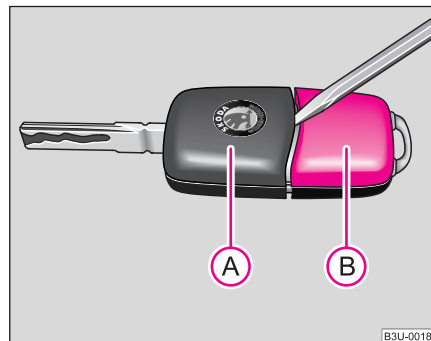

Abb. 19 Schlüssel mit Funk-Fernbedienung trennen
Jeder Funk-Schlüssel enthält eine Batterie, die im Deckel (B) des Sendergehäuses untergebracht ist ⇒ Abb. 19. Wir empfehlen Ihnen, die Schlüsselbatterie von einem Škoda-Betrieb wechseln ▶
- Hebeln Sie das Schlüsselteil **(A)** ⇒ Seite 38, Abb. 19 vorsichtig mit einem Schraubendreher vom Sendergehäuse **(B)** ab.